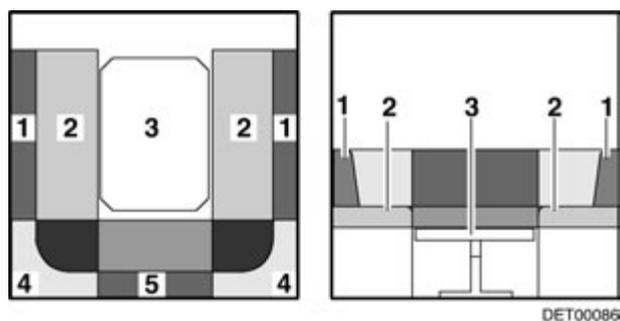

Fig. 91 Pendant la transformation
- Tirer les coussins d'assise (Fig. 91,2) vers le centre.
- Placer les coussins de dossier (Fig. 91,1) entre les coussins d'assise et la paroi extérieure.
- Retirer les coussins de dossier (Fig. 91,4 et 5) et les poser de côté.